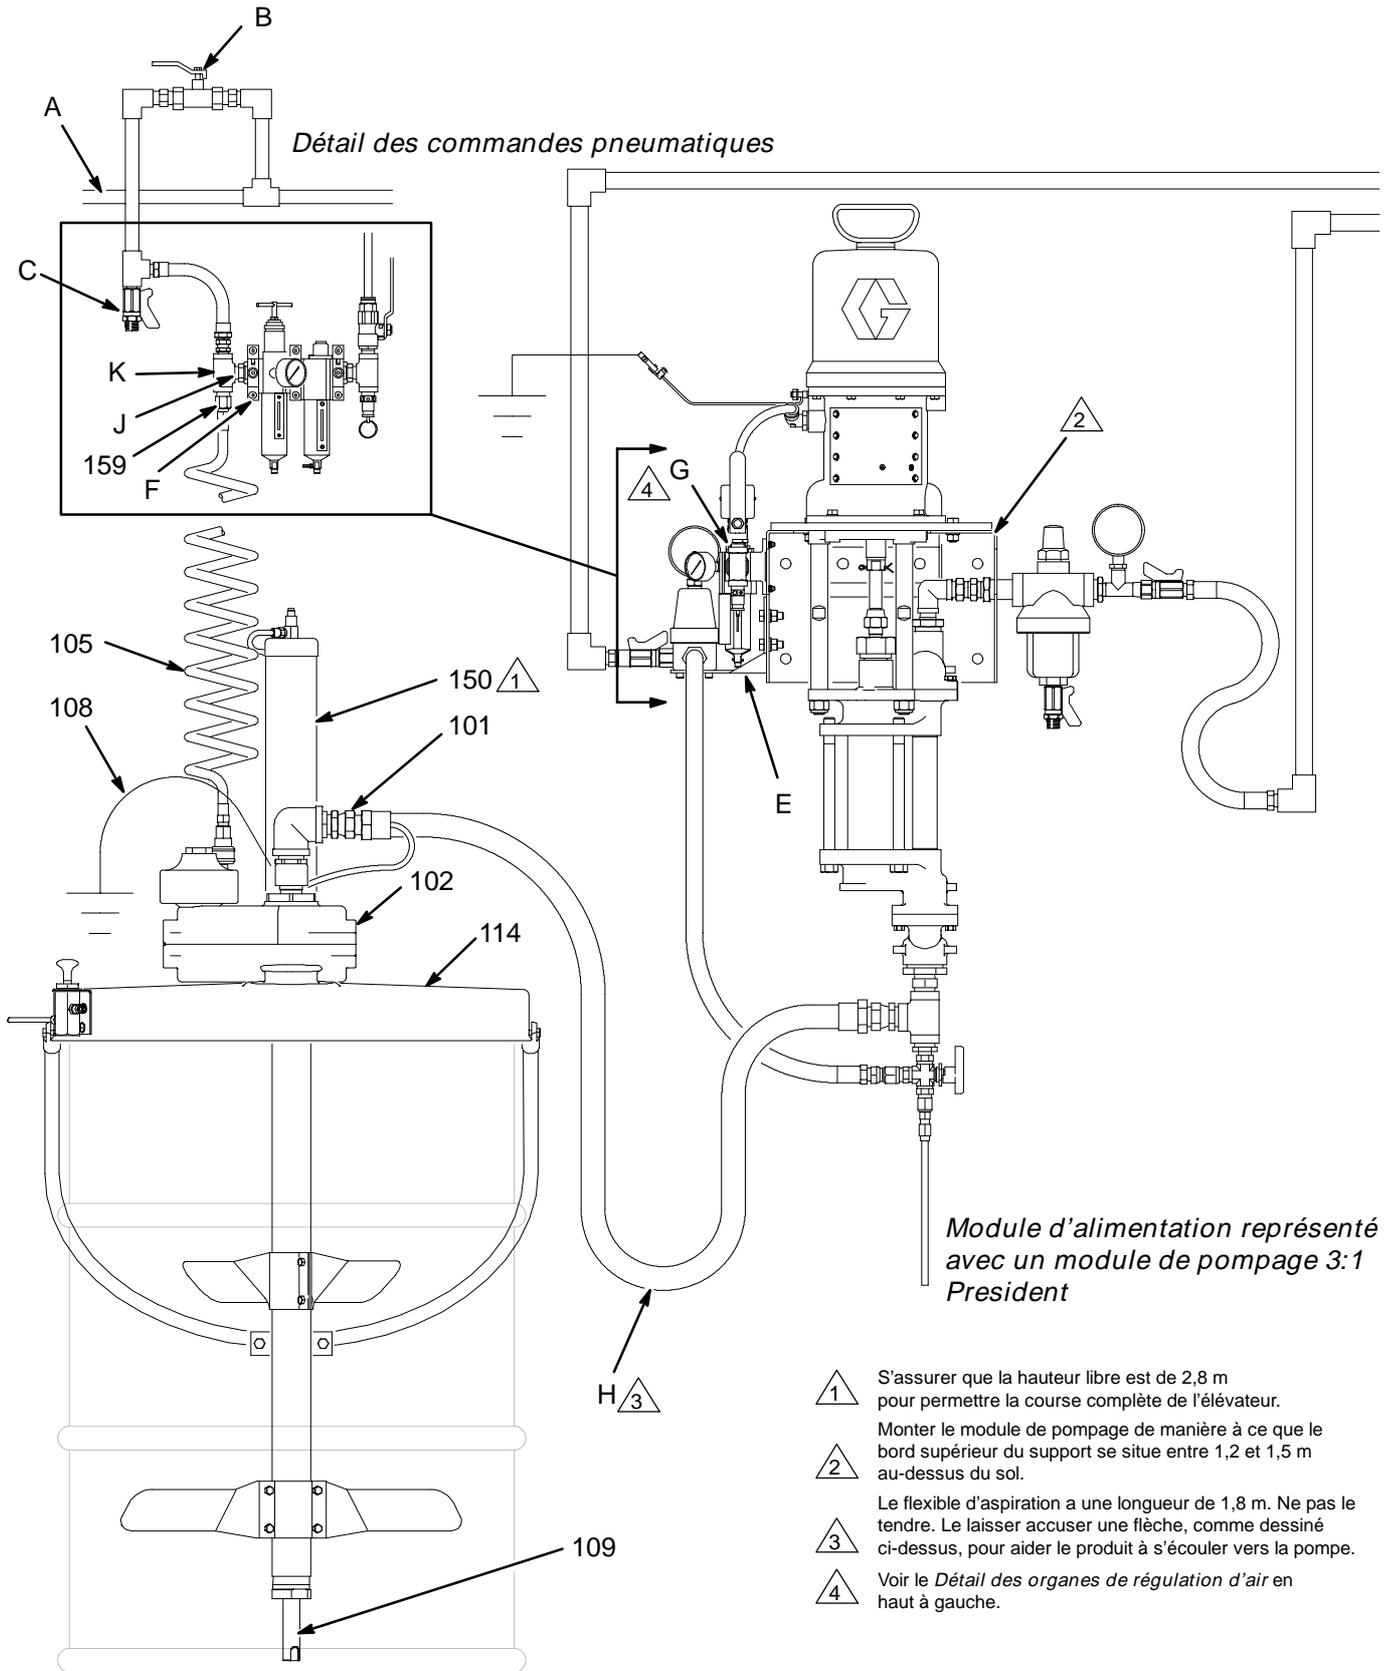

Fig. 1
Voir Fig. 1. Installer une tuyauterie d'air comprimé (A) entre le compresseur et le module d'alimentation. Veiller à ce que tous les flexibles soient bien dimensionnés et conformes à la pression du système. N'utiliser que des flexibles conducteurs d'électricité. Les embouts du flexible d'air doivent posséder un filetage de 3/8 npt(m).
**REMARQUE:** Se reporter à la figure 1, au schéma dimensionnel en page 14 et à la disposition des trous de fixation en page 15.
1. Veiller à ce qu'il y ait une hauteur libre d'au moins 2,8 m pour permettre une course complète de l'élévateur (150) vers le haut.
2. Enlever et rebuter le tube d'aspiration existant monté à l'extrémité du flexible d'aspiration (H).
3. Disposer l'élévateur (150) de manière à ce que le flexible d'aspiration de la pompe (H) atteigne le raccord tournant (101) situé sur le dessus de l'agitateur (102). Le flexible d'aspiration mesure 1,8 m. Ne pas le tendre. Le laisser accuser une flèche, comme dessiné à la Fig. 1, pour aider le produit à s'écouler vers la pompe.
5. Brancher le flexible d'aspiration sur le raccord tournant (101) de l'agitateur (102). Brancher le fil de terre du flexible d'aspiration sur la borne de terre de l'agitateur comme indiqué à la page 8.
6. Desserrer la vis imperdable et ouvrir le raccord rapide (F) situé sur l'ensemble filtre/régulateur/lubrificateur d'air (G).
7. Faire coulisser l'adaptateur (J) hors du connecteur rapide (F). Ôter l'obturateur de l'orifice inférieur du té (K) et le mettre au rebut.
8. Tirer le flexible en spirale (105) vers le haut et le faire passer dans le grand trou pratiqué dans le support (E) du régulateur de pression de retour.
9. Visser l'adaptateur (159) situé à l'extrémité du flexible en spirale (105) sur le té (K).
10. Faire coulisser l'adaptateur (J) dans le raccord rapide (F), fermer et serrer la vis imperdable.
Voir Fig. 1.
- Le produit en envoyé à la pompe via le **le tube d'aspiration (109)**. Le tube d'aspiration est monté à l'intérieur de l'arbre de l'agitateur (102). Voir Fig. 1.
- **L'agitateur à engrenages (102)** sert à maintenir le produit en suspension. Il comprend aussi un tube d'aspiration (109) permettant de pomper le produit dans un fût de 200 litres.
- **L'élévateur pneumatique (150)** permet de soulever le couvercle du fût et de sortir l'agitateur du fût vide, de remplacer le fût et de laisser descendre l'agitateur dans le nouveau fût.
- **Le couvercle en acier inoxydable (114)** convient à un fût de 200 litres.